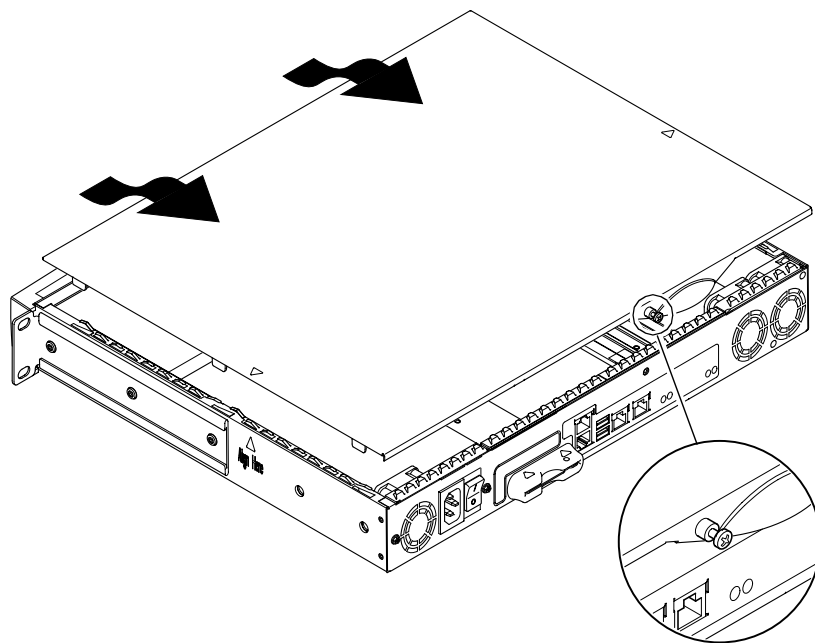

図 8-3 上面カバーの取り外し
2. 本体背面のねじを取り外します ( 図 8-3 を参照 )。